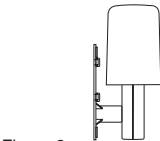

Figure 2
2. Un capteur thermique distant TX8U (Fig. 2)